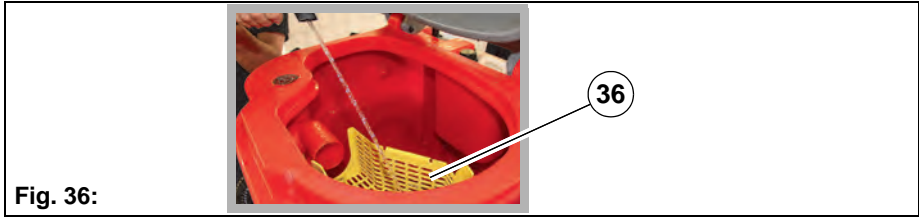

**Fig. 35:**
2. Åpne spennlåsen på tømmeslangen **Fig. 35-A** og demonter slangen.
3. Åpne tankdekselet **Fig. 35-B** fra skittenvannstanken.
- Åpne tankdekselet helt til støtten **Fig. 35-C** festes.
4. Rengjør smussvannstanken grundig med vannslangen/sprøytedyse **Fig. 35-D**.
- Løsne støtten **Fig. 35-C** med høyre hånd og lukk tankdekselet.